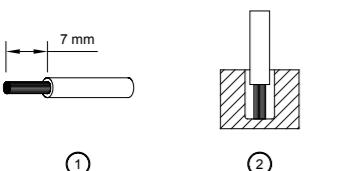

Figure 5
Sie können flexible (feindrähtige Leitung) oder feste Kabel mit einem Querschnitt von 0,52-3 mm² (AWG 20-12) und einem Anzugsmoment von 4,67 kgf.cm max (0,05 lb in) verwenden. Um sichere und stoßfeste Anschlüsse gewährleisten zu können, sollte die Absolrlänge 7 mm betragen (siehe Abb. 5 (1)). Bitte sorgen Sie dafür, dass die Kabel vollständig in die Anschlussklemmen eingeführt werden, siehe Abb. 5 (2).